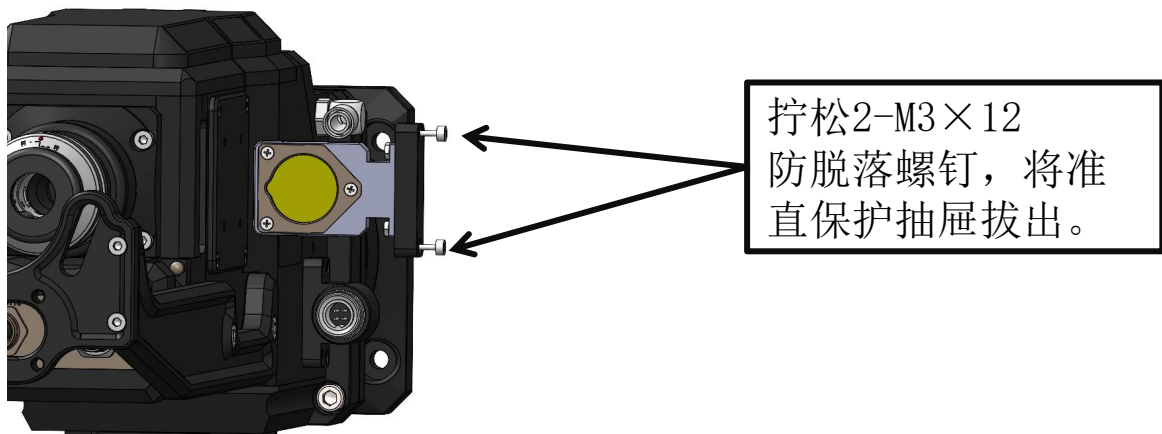

图4.1
5.1.1 准直保护镜的拆装，拆装方法如下图4.1、图4.2所示。